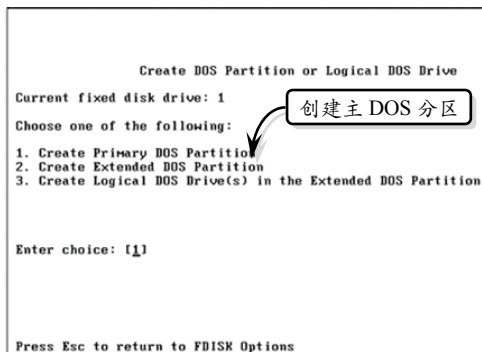

图 3-29 进入选项界面
- 3 按数字键 1 选择第一个菜单项后, 进入“创建 DOS 分区或逻辑 DOS 驱动器”选项界面, 如图 3-29 所示。